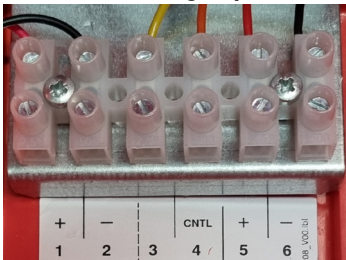

Abbildung 5: Klemmenblock für YL Geräte
Die Anschlüsse für die YL50-Einheiten erfolgen über einen 6-poligen Klemmenblock, der in der Unterseite der Einheit montiert ist, wie in den Abbildungen 5 (DC) und Abbildung 5 (AC) unten gezeigt. Mit den gezeigten Anschlüssen ist es möglich, sowohl die Akustischen- als auch die Optischen-Geräte unabhängig voneinander zu steuern.